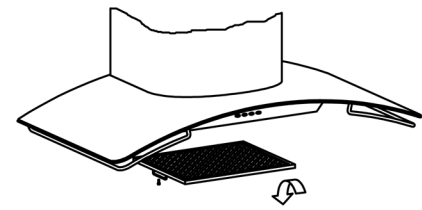
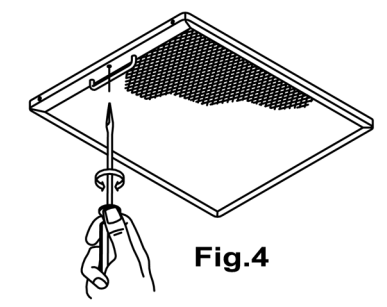

Fig.3
Fig.4
- **Limpieza del filtro de grasa:** En virtud del uso y como mínimo cada mes, los filtros de grasa deberán ser desmontados (Fig. 3) y (Fig. 4) y lavados en lavavajillas o en agua caliente y detergente. En el caso de utilizar lavavajillas, es recomendable colocarlos en posición vertical para evitar que los restos de comida se depositen sobre el mismo. Después de haberlos enjuagado y secado colocar-los nuevamente en su lugar, actuando de forma inversa al desmontarlos.